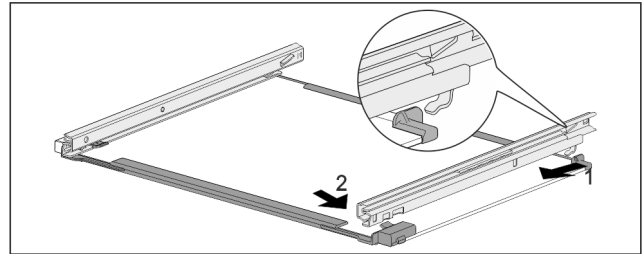

Fig. 266 Üveglap sínekkel
- ▶ Akassza be hátul a sínt. Fig. 266 (1)
- ▶ Elöl pattintsa be a sínt. Fig. 266 (2)